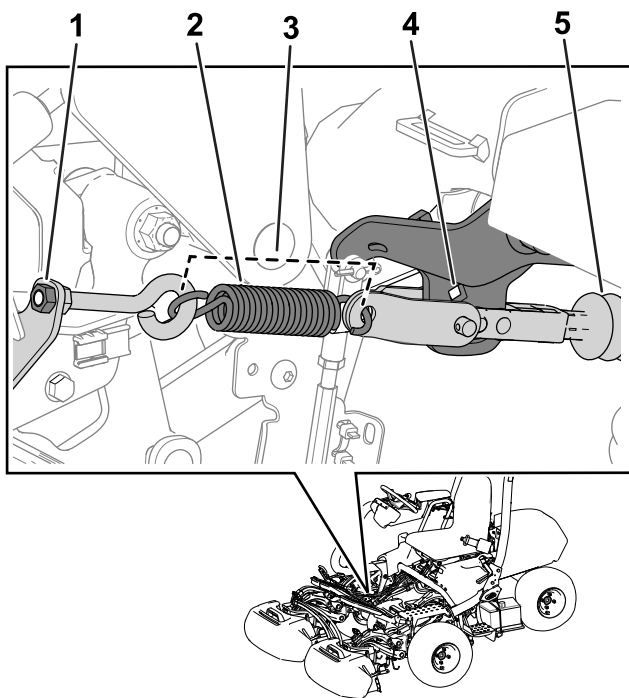

Рисунок 33
**Примечание:** См. Рисунок 33 для выполнения данной процедуры.
3. Подготовьте машину к работе, затянув гайку болта с проушиной, чтобы длина установленной пружины составила 11,4 см (Рисунок 33).